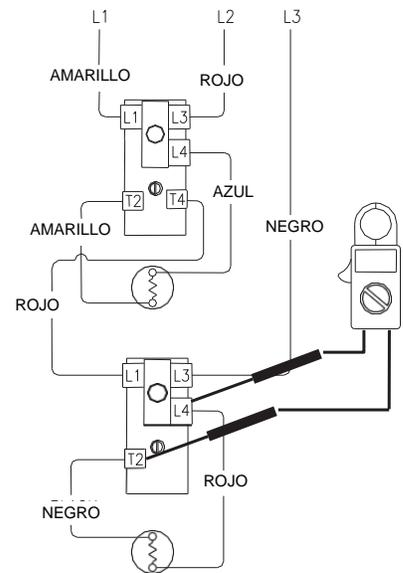

Figura 17
9. Compruebe el voltaje en los terminales L4 y T2 del termostato inferior (consulte la figura 17).
5. Compruebe los terminales L4 y T2 del termostato inferior (consulte la figura 17).